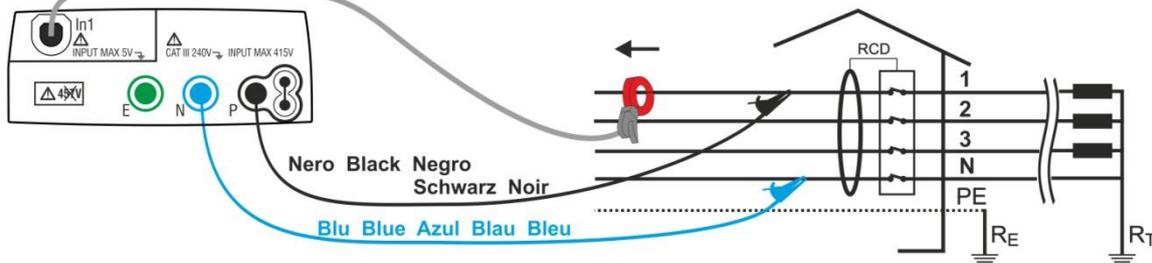

Fig. 31: Med. dos parâmetros da rede em instalações monofásicas, bifásicas ou trifásicas
4. Ligar a pinça externa e as sondas voltimétricas de acordo com a Fig. 31. A “seta” presente na pinça deve seguir o sentido em que flui a potência, por ex., do gerador para a carga.